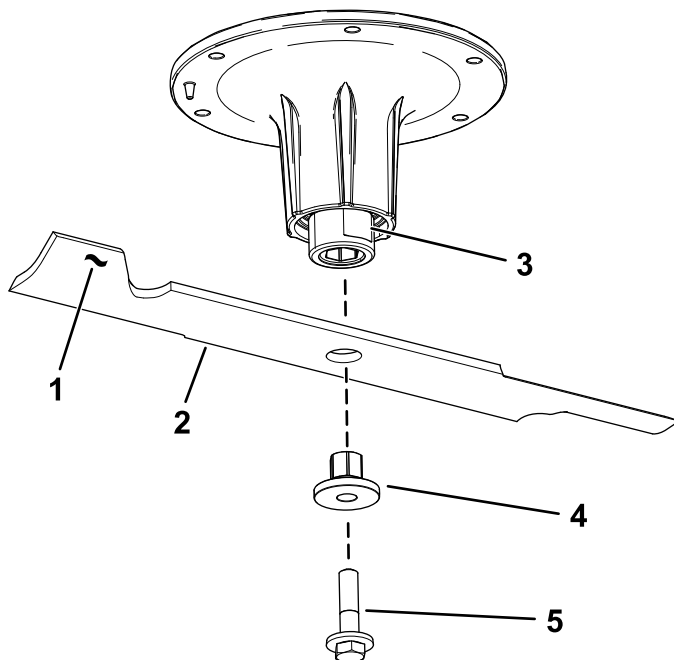

Figure 72
2. Retirez le boulon, la douille et la lame de l'axe de pivot (Figure 72).